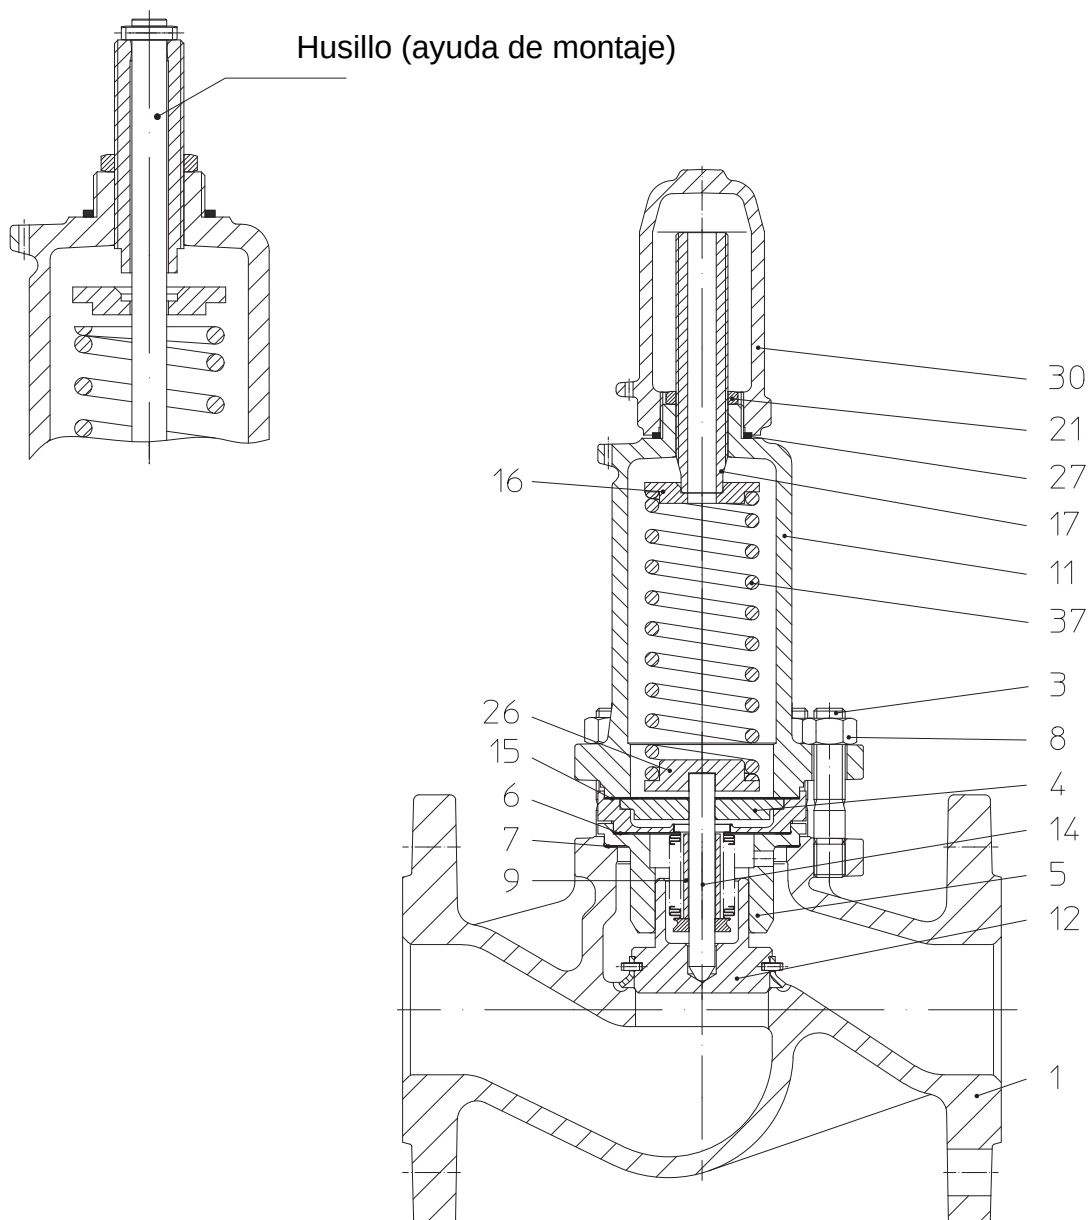

Fig. 3
- Montar la cubierta (Pos. 11); centrar con ayuda de un husillo (ver Fig. 3) la caja de resorte superior (Pos. 16) y los resortes (Pos. 37) con respecto al tornillo de sujeción (Pos. 17). Ajustar la presión cuando esté fluyendo medio, tener en cuenta el margen de ajuste de los resortes (ver apartado 6.0 Puesta en marcha).